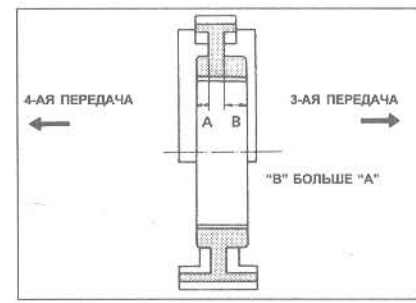

Рис. 6.33 Правильная установка ступицы синхронизатора 3/4 передач (Глава 14)
- 14 Правильно ориентируя (рис. 6.33), установите ступицу синхронизатора 3/4 передач.